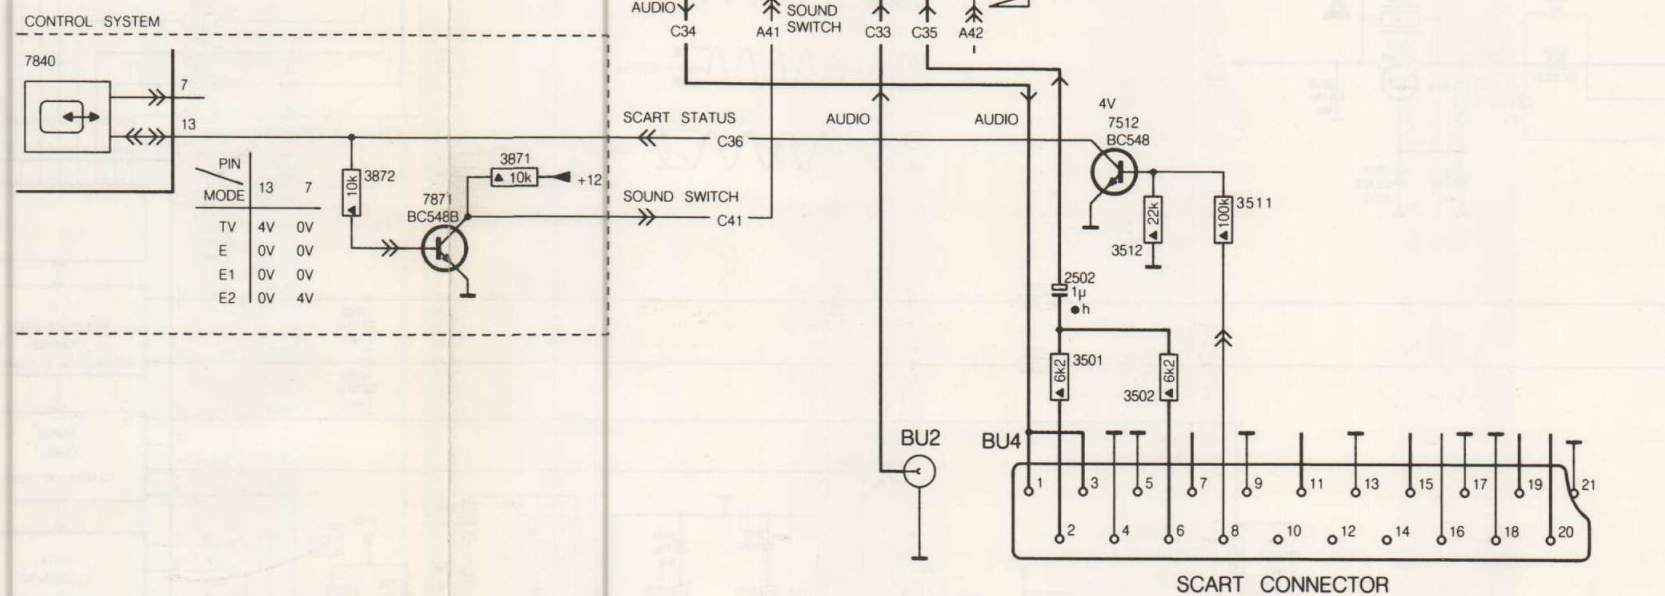

Fig. 9.1
9. HET GELUIDSKANAAL (fig. 9.1)